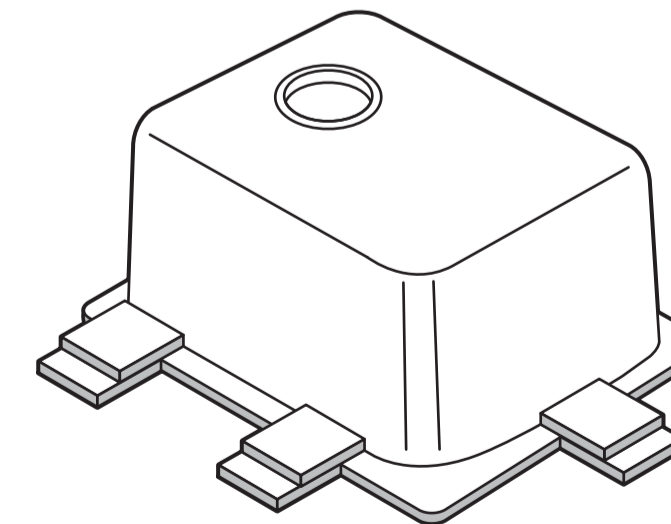

Fig. 2
**Support blocks** – Made from wood, solid surface material or plastic, these blocks are adhered using epoxy around the cut-out opening to the underside of the solid surface countertop. The blocks are offset from the opening to accommodate the sink rim. The blocks need to be the same thickness as the sink. A bead of epoxy/silicone is applied around the edge of the sink and the sink is positioned below the cut-out opening. Two-by-fours, adjustable extension rods or spreaders are used to support the sink while the adhesive cures. Next, blocks are mounted using epoxy to straddle the existing blocks and sink rim. (See fig 2).
**Blocs d'appui** – Faits de bois, de matériau massif ou de plastique, ces blocs sont fixés au moyen d'époxy autour de l'ouverture découpée sur la face inférieure du plan de travail à matériau massif. Les blocs sont décalés de l'ouverture pour s'adapter au bord de l'évier. Ils doivent être de la même épaisseur que l'évier. Un cordon d'époxy ou de silicone est appliqué tout autour du bord de l'évier et l'évier est mis en place sous l'ouverture découpée. Des colombages, des tiges de rallonge réglables ou des cales servent à soutenir l'évier pendant que l'adhésif durcit. Ensuite, on fixe des blocs à l'époxy pour stabiliser les blocs existants et le bord de l'évier. (Voir la figure 2)